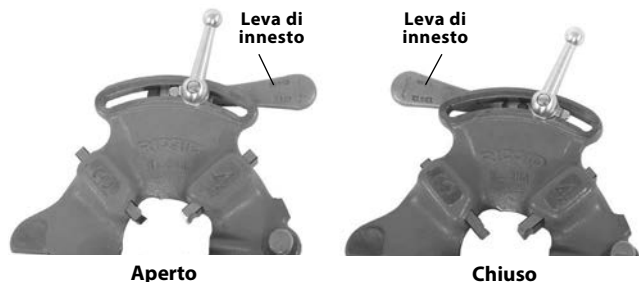

Figura 5 – Posizione della leva aperta/chiusa
2. Spostare la leva di innesto sulla posizione OPEN (APERTA) (Figura 5).